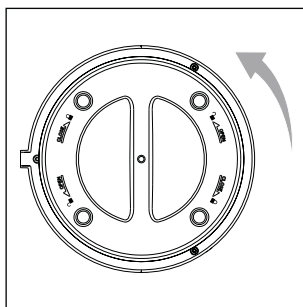

Fig. 3
3. Ruotare leggermente il coperchio dell'alloggiamento **9** sul lato inferiore dell'apparecchio in senso antiorario in direzione **OPEN** , al fine di aprirlo (vedere Fig. 3). Rimuovere quindi il coperchio dell'alloggiamento **9** dall'apparecchio.